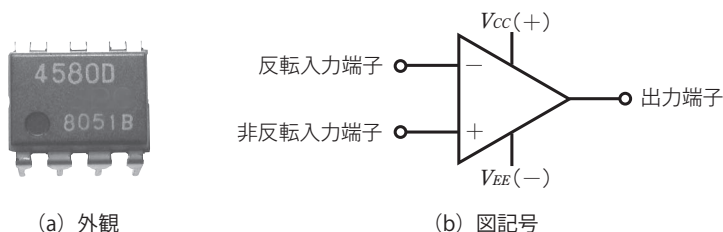

図4 オペアンプの外観と図記号
代表的なアナログICである演算増幅器(オペアンプ)^④の外観と図記号を図4に示す。
④ operational amplifier